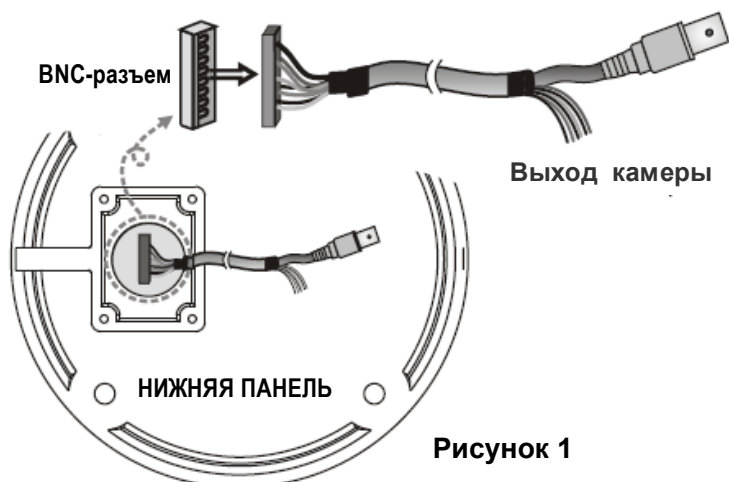

Рисунок 1
1. Подключите кабели питания и связи к базе купольной камеры. (См. Рисунок 1).